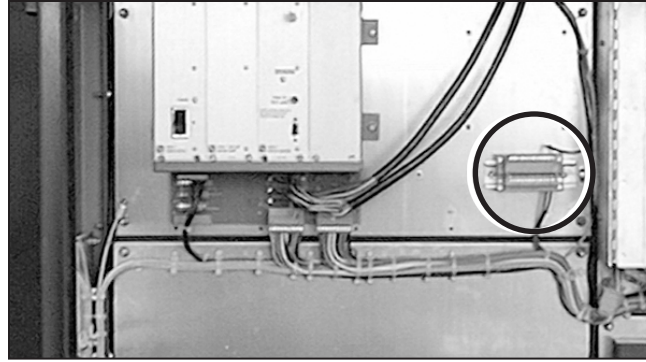

Figura 94. Enganche los cables de la conexión a tierra al bloque de terminal.
- (f) Hasta tres pares de cables de tierra, VS-G1 y VS-G2, están incluidos. Vea el diagrama de cableado para los detalles. Conecte los cables de tierra en la caja de contactos que se especifica en los planos que se incluyen. Ver Figura 94.